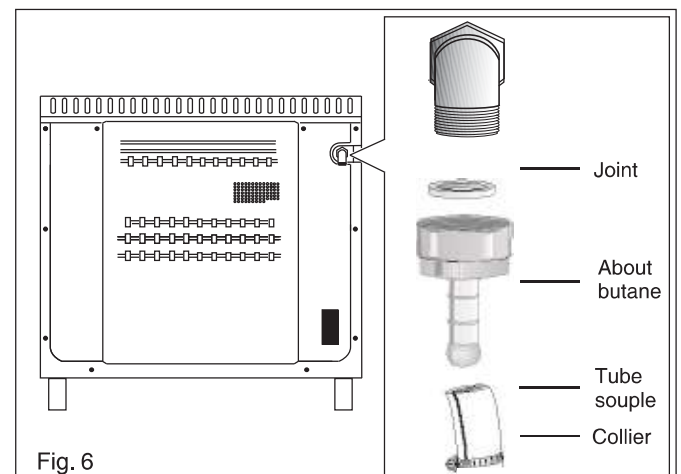

Fig. 6
- Enfoncez le tube souple sur l'about gaz et fixez-le avec un collier. Fixez également un collier sur l'autre extrémité (côté vanne de barrage) figure 6.